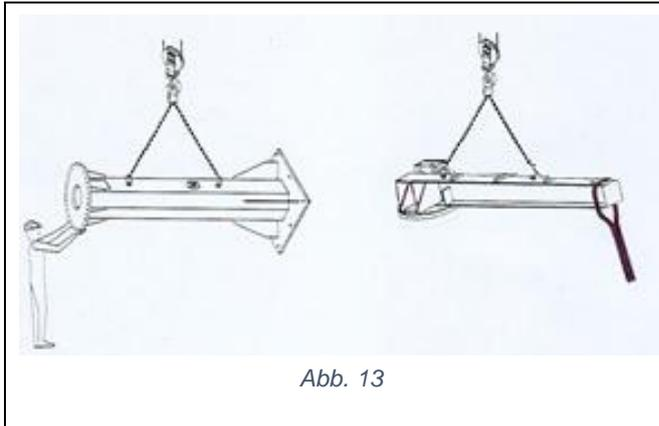

Abb. 13
- Die Kranteile müssen mithilfe geeigneter Ausrüstungen angeschlagen werden, um die lackierten Oberflächen nicht zu beschädigen: (Abb. 13)